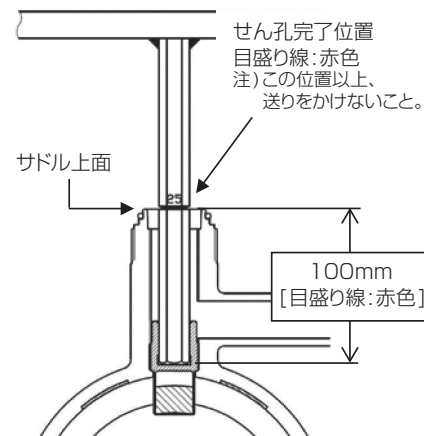

図3 せん孔状況
3. せん孔工具を時計回りに回してせん孔する。せん孔工具の目盛り線がサドルの上面にくるまで送りをかけてせん孔が完了。(図3参照)